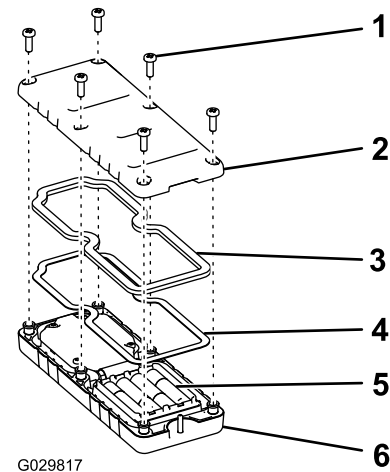

Рисунок 40
- Отверните 6 винтов в задней части пульта дистанционного управления и снимите крышку (Рисунок 40).
5. Установите крышку, закрепите ее с помощью 6 ранее снятых винтов (Рисунок 40) и затяните их с моментом 1,5-1,7 Н·м.